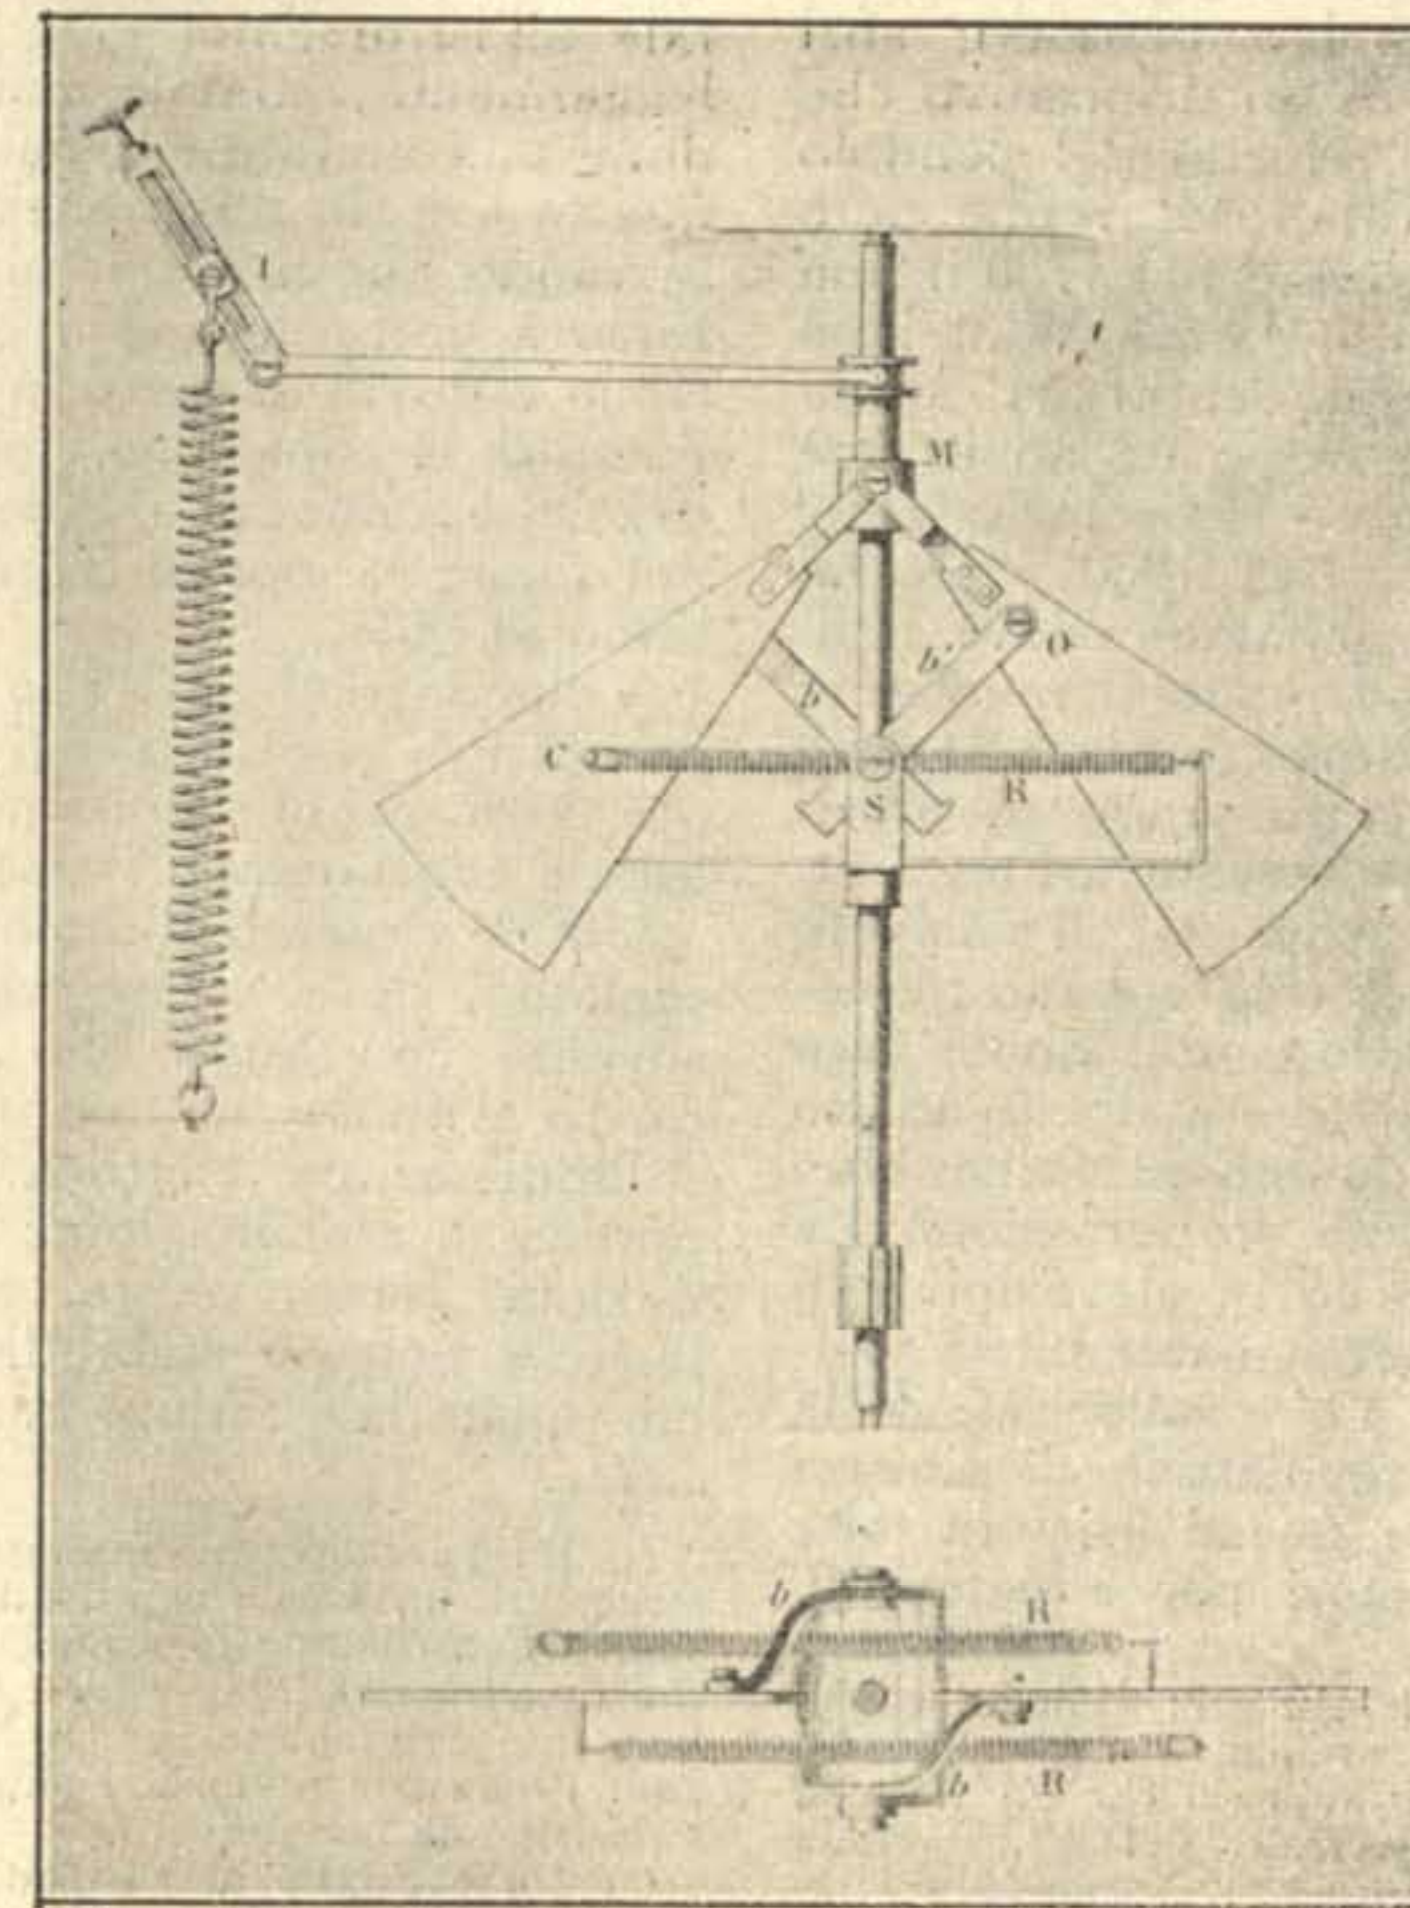

Fig. 9. Moderatore isocrono a forza centrifuga di Foucault.
L'illustre fisico ed astronomo Huyghens e l'immortale Galileo furono i primi a pensarvi; anzi Huyghens ebbe subito l'idea di un dispositivo che rimediava alla variazione di velocità del pendolo conico. Il suo apparecchio, difettoso, venne però abbandonato. Gli anni passarono e nel 1780 il non meno illustre meccanico inglese James Watt ideò il suo famoso regolatore a forza centrifuga, applicandolo al motore a vapore. Dopo 43 anni, cioè nel 1823, Pecqueur (1) cercò pure la risoluzione del problema, ma non vi riuscì. Nel 1860 i celebri costruttori francesi Farcot (macchine) padre e figlio ripresero e perfezionarono molto il regolatore del Watt e ne fecero un istrumento buono che però non poteva oltrepassare un certo grado di precisione. Rimaneva in tal modo riservato a Foucault, il mago, che cambiava l'ottone in oro, di risolvere il problema — al che riuscì nel 1862 col suo moderatore isocrono a forza centrifuga del quale fece numerosi modelli. Fra di essi scelse il più adatto che servì tanto a Foucault quanto al fisico Ivon Villarceau (2) il quale a sua volta lo perfezionò. La fig. 9 lo rappresenta in piano ed in elevazione. In sostanza si compone di due alette mantenute a scartamento variabile da bracci b e b' e sollecitate dalla molla R. La grande molla regolatrice di sinistra non è indispensabile, anzi da questi fisici fu tolta in certi modelli (esempio motori per equatoriali).
(1) Onesiforo Pecqueur, Picardo (1792-1852): figlio di contadini, andò a Parigi, lavorò da un orologiaio costruendo fra l'altro un pendolo regolatore ed un orologio che gli valse la medaglia d'oro all'Esposizione universale del 1823. Conta molte varie invenzioni.
(2) Celebre astronomo (1813-1889). Fu da principio allievo del Conservatorio di Parigi. Fece opere ragguardevoli.